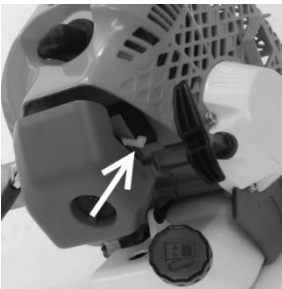

Рисунок 11
4.1.7 Встановіть важіль повітряної заслінки у середнє положення (рис.11).